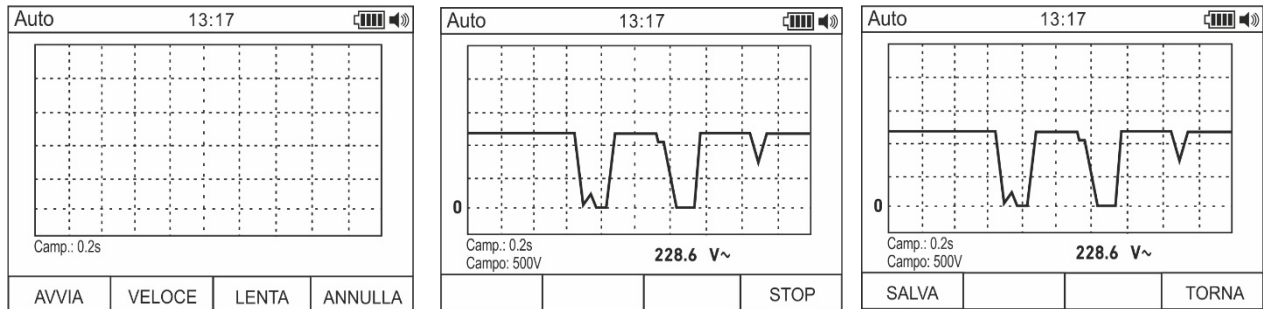

Abb. 8: Grafische Darstellung der Messwerte
- Drücken Sie die **F1** Taste, um in die Funktion der grafischen Darstellung für die zu messende Größe einzutreten (siehe Fig. 8 – linker Teil).
- Drücken Sie die **F1** Taste zum Starten der Messung und grafischen Darstellung. Der Messbereich (der vom Gerät automatisch ermittelt wird) und der Echtzeit-Wert werden vom Gerät angezeigt (siehe Fig. 8 – Mitte)
- Drücken Sie die **F1** Taste, um die Grafik im Speicher des Gerätes abzuspeichern, oder die **F4** Taste um eine neue Messung mit grafischer Darstellung zu starten (siehe Fig. 8 – rechter Teil).